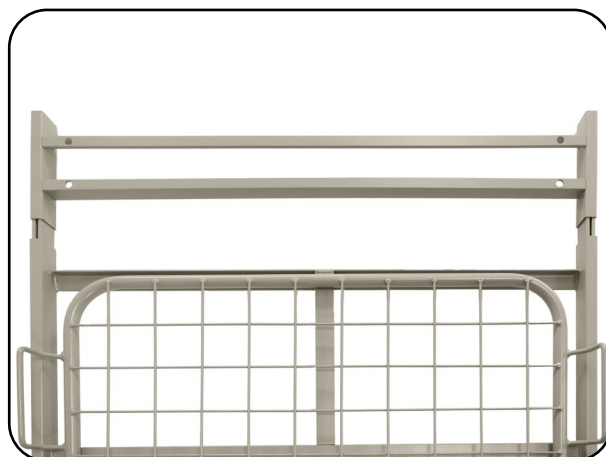

Abb. 6.6.04 – Bettverlängerung in Liegeflächenrahmen des Fußteils positioniert
8. Schieben Sie die Bettverlängerung in den Liegeflächenrahmen der Fußauflage (Abb. 6.6.04) bis die Bohrungen deckungsgleich sind.